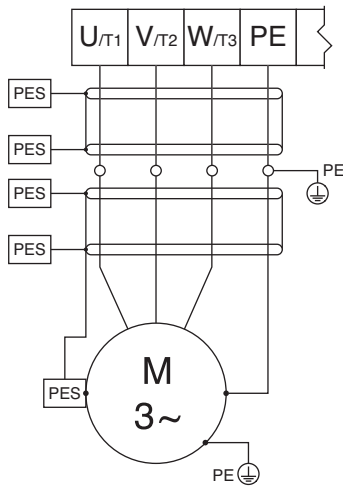

Figure 9 Проводные соединения между двигателем и ЧРП
5. Подключите провода, выходящие из клемм двигателя, к соответствующим клеммам в ящике ЧРП, как показано на рис. 9.